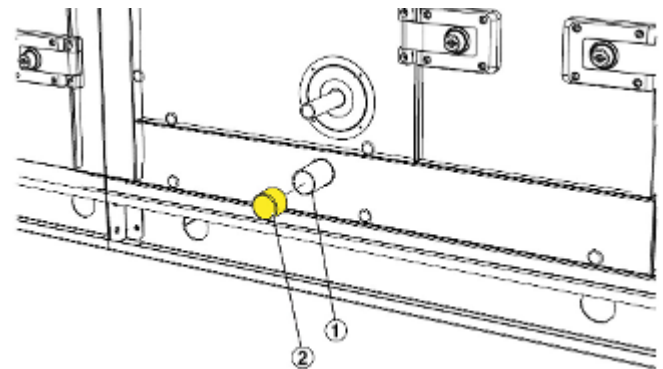

Abb. 28: Kondensatablauf
- 2 ▶ Schutzkappe(n) (Abb. 28 /2) am Ablauf (Abb. 28 /1) der Kondensatwanne(n) entfernen.
- 4 ▶ Die Siphons an die Kondensatabläufe (Abb. 28 /1) anschließen.